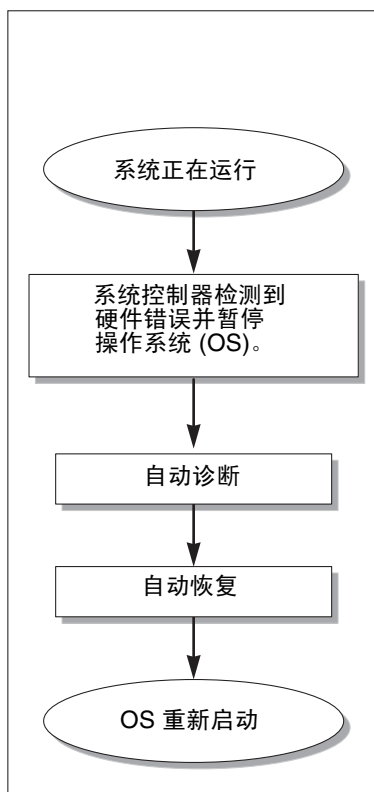

图 7-1 自动诊断和恢复过程
根据硬件错误出现的类型和已设置的诊断控制，系统控制器将执行图 7-1 中所示的特定诊断和恢复步骤。固件包含**自动诊断 (AD)** 引擎，通过该引擎，可以对影响系统可用性的硬件错误进行检测与诊断。
下面简要说明图 7-1 中所示的过程：